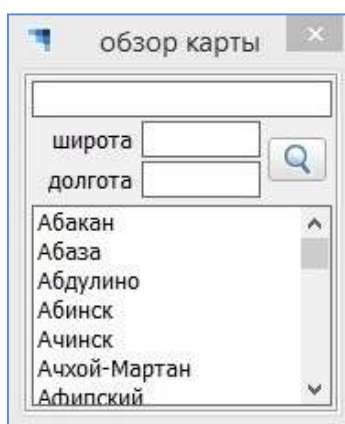

Рисунок 57 – Окно «Обзор карты»
1) кнопка «Обзор карты» (Рисунок 56, поз 1) – включение/выключение отображения окна «Обзор карты» (Рисунок 57), позволяющего осуществлять условное перемещение точки старта в точку с указанными координатами, задать которые можно вручную путем ввода значений соответствующих координат в поля «Широта» и «Долгота» или посредством выбора населенного пункта из списка. Также задать координаты можно нажатием на карте левой кнопки мышки с нажатой клавишей «CTRL».